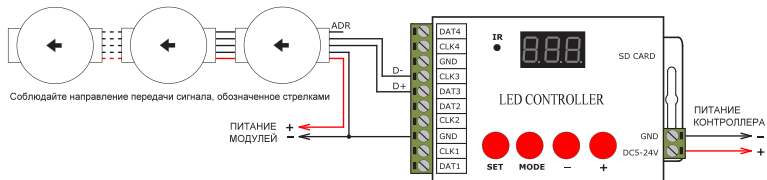

Рисунок 1.
3.1. Подключение DMX-модулей или лент с микросхемами UCS512, TM512AC4 (см. рисунок 1).